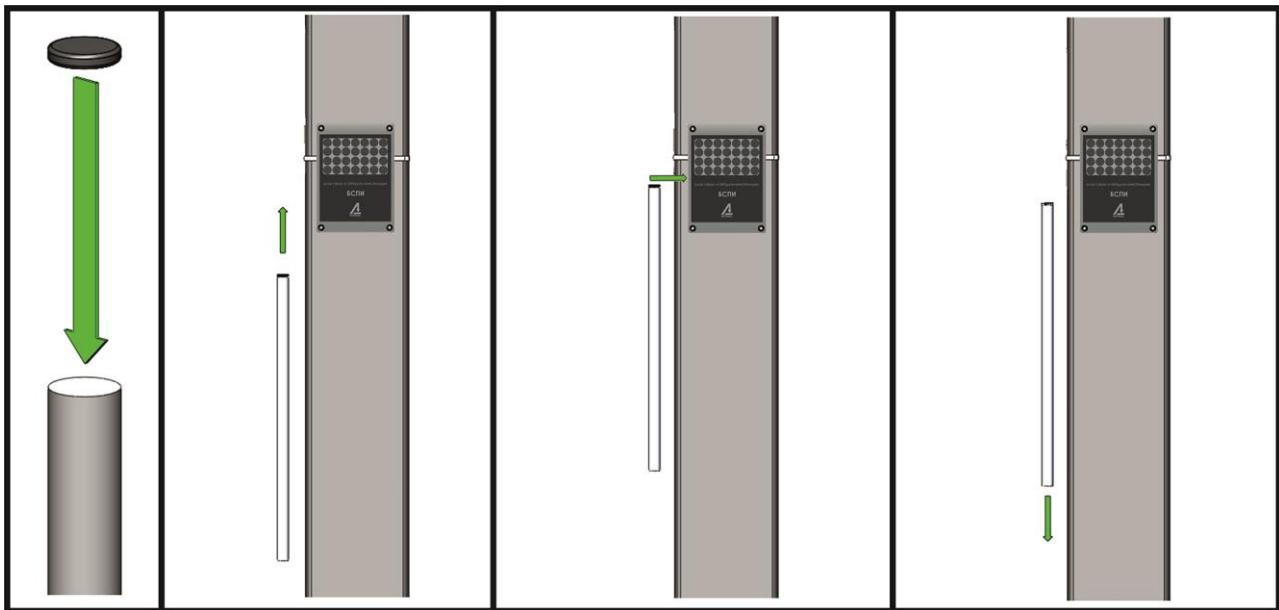

Рисунок 4 – Проверка работоспособности блока БСПИ-ЗЛ-МР-Н
**Внимание!** Во избежание повреждения не подносить магнит к визуальным флагжкам индикатора (блинкерам) (см. Рисунок 4).
2.4.1.1 После установки блока БСПИ-ЗЛ-МР-Н на опору, рекомендуется также проверить его срабатывание на поднесение к его корпусу постоянного магнита (Рисунок 4).